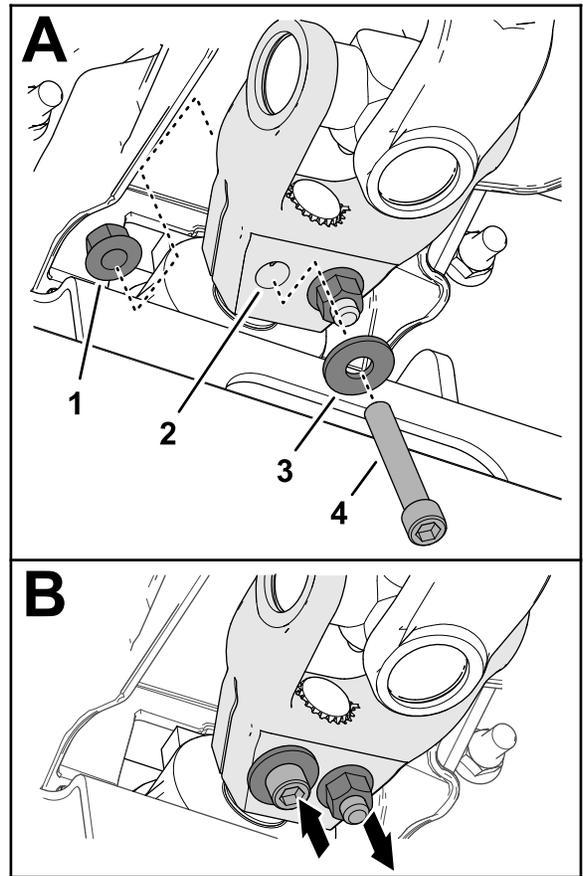

图 19
6. 通过垫圈 3/8 英寸和驱动轴轂中的孔组装内六角平头螺丝 3/8 x 2-1/4 英寸 图 19 并用凸缘锁紧螺母 3/8 英寸固定平头螺丝。
7. 从对向通过垫圈 3/8 英寸和驱动轴轂中的孔组装内六角平头螺丝 3/8 x 2-1/4 英寸 图 19 并用法兰锁紧螺母 3/8 英寸固定平头螺丝。